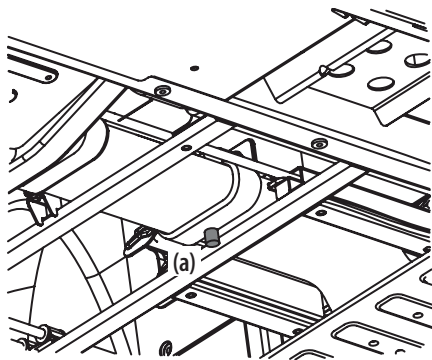

Figure 5-32
- Enlevez le drain et laissez l'eau s'écouler. Puis, remplacez le drain et le plaque de protection. Voir Figure 5-32.